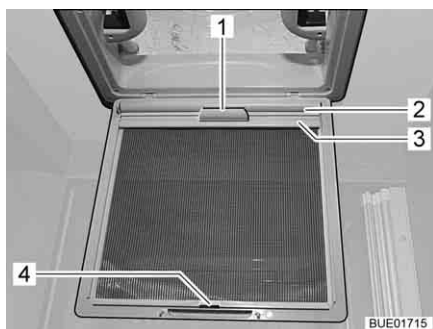

Bild 131 Mörklägningsrullgardin
■ Drag ut mörklägningsrullgardinen (Bild 131,2) med handtaget (Bild 131,1) och haka i fästlisten (Bild 131,3) i kroken (Bild 131,4) på insektsskyddet.
- Lossa fästlisten (Bild 131,3) från kroken (Bild 131,4) och dra långsamt tillbaka mörkläggningsrullgardinen (Bild 131,2) med handtaget (Bild 131,1).